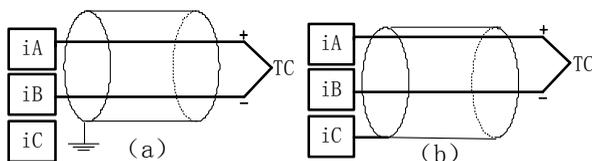

图 4-2-11 热电偶输入接线方法
(2) 热电偶传感器：热电偶传感器输入（如 K 型）为两线制接线方式，建议采用双芯屏蔽电缆，将热电偶传感器的正极和负极分别连接到 iA 端子和 iB 端子。屏蔽端可以连接电源地，如图 4-2-11 (a) 所示。也可以连接控制器的测量地 iC 端子上，如图 4-2-11 (b) 所示。